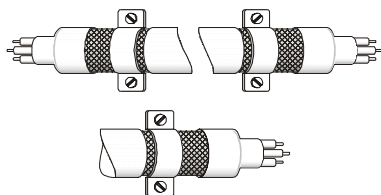

图2
4. 电机线的屏蔽铜网与金属板的连接方式需正确，应将电机线两端的屏蔽铜网使用U型金属配管支架与金属板固定，正确连接方式请见图2。